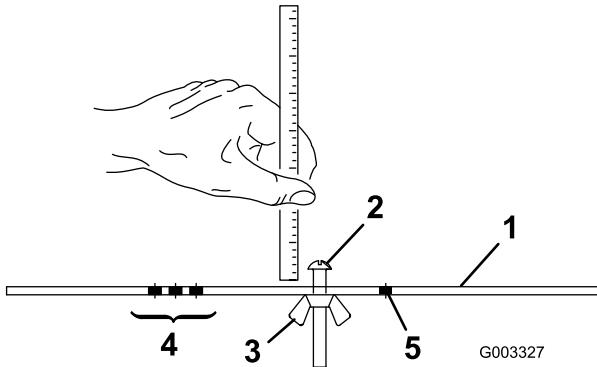

Figure 16
- Desserrez l'écrou du gabarit (Figure 16) et tournez la vis de réglage de manière à obtenir la hauteur de coupe voulue.